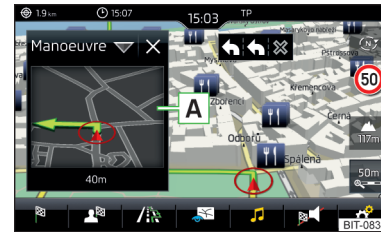

Fig. 162
Infotainment oferă posibilitatea de a afișa în fereastra suplimentară **Poziție** » fig. 162 la pagina 147 următoarele informații referitoare la poziția geografică actuală a autovehiculului, precum și la semnalul prin satelit.
- Pentru **selectarea conținutului** ferestrei suplimentare **A** » fig. 162, atingeți suprafața de comandă funcții , și, în funcție de context, selectați unul din următoarele meniuri.